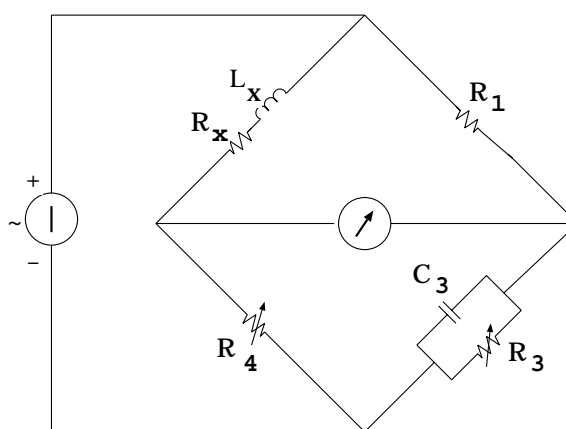

Figura 2: Ponte di Maxwell
13. Un ponte di Maxwell (v. figura 2) alimentato a $10kHz$ ha $C_3 = 0.1\mu F$ e $R_1 = 100\Omega$. Se entrambi i resistori R_3 e R_4 possono essere variati da 100Ω a $1k\Omega$, calcolare il campo di induttanza e fattori Q che possono essere misurati.